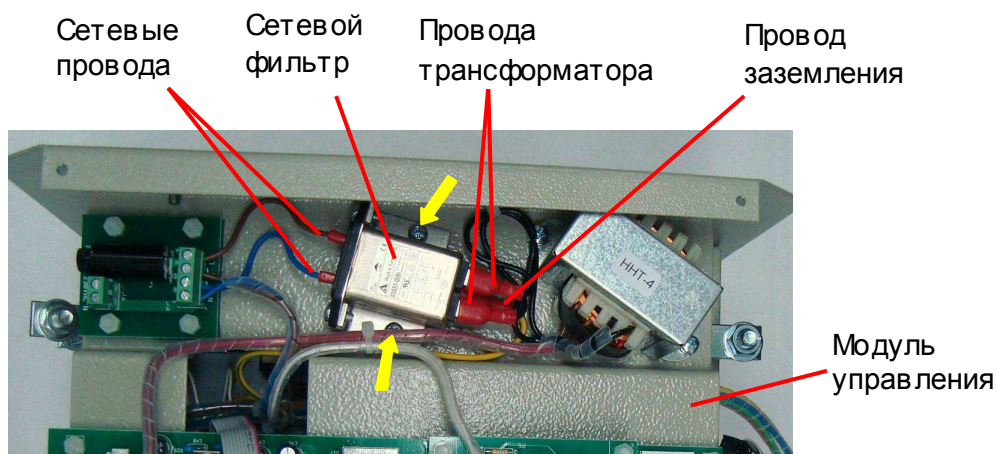

Рис. 7.9
7.3.1. Расположить сетевой фильтр на модуле управления согласно рис. 7.9.
7.3.2. Вкрутить два винта крепления сетевого фильтра (рис. 7.9, желтые стрелки).